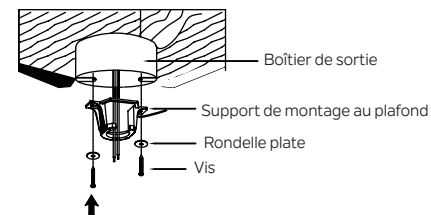

Fig. 5
Étape 1. Avant de fixer le ventilateur au boîtier de sortie (non inclus), assurez-vous que le boîtier de sortie est solidement fixé à au moins deux points à un élément du plafond structurel (un boîtier desserré fera vaciller le ventilateur). Faites passer les fils d'alimentation de 120 volts du boîtier de sortie au plafond par le centre du support de montage au plafond. Installez le support de montage sur le boîtier de sortie au plafond à l'aide des vis et rondelles fournies avec le boîtier de sortie. (Fig. 5)